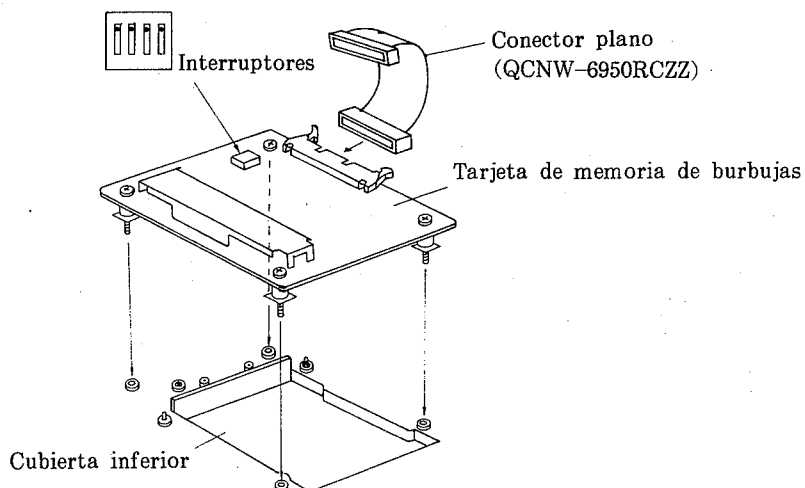

Figura 18
- (10) Conecte el conector plano (QCNW-6950RCZZ) al conector en la tarjeta de memoria de burbujas, y fije la tarjeta a la cubierta inferior con los tornillos de fijación (4 piezas). (Vea la figura 18.)
- (11) Compruebe que los interruptores en la tarjeta de memoria de burbujas están ajustados de la manera que se muestra en la figura 18.